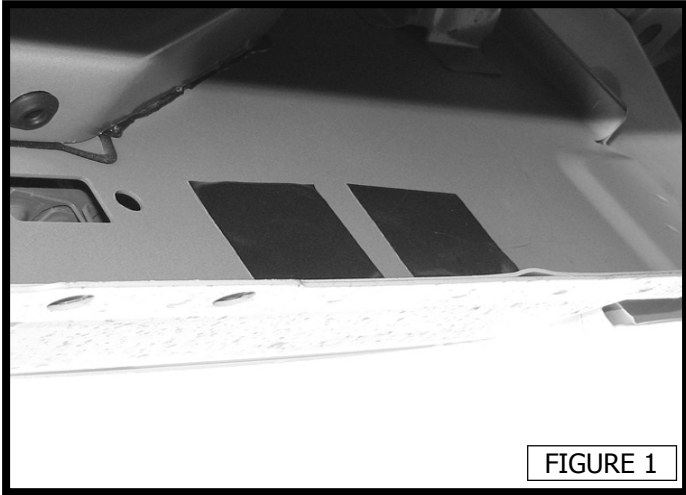

FIGURE 1
2. Starting at the passenger side of the vehicle, remove the rubber plugs from the factory running board slots located on the inner rocker panel behind the front wheel. (FIGURE 1)
6. Remove the black tape covering two factory running board holes at the rear of the inner rocker panel. (FIGURE 1)
2. En commençant par le côté passager du véhicule, retirez les obturateurs en caoutchouc des fentes destinées aux marchepieds standard, situées sur le panneau intérieur du bas de caisse, derrière la roue avant. (FIGURE 1)
6. Retirez le ruban isolant recouvrant les deux orifices standard pour marchepied, à l'intérieur du bas de caisse. (FIGURE 1)